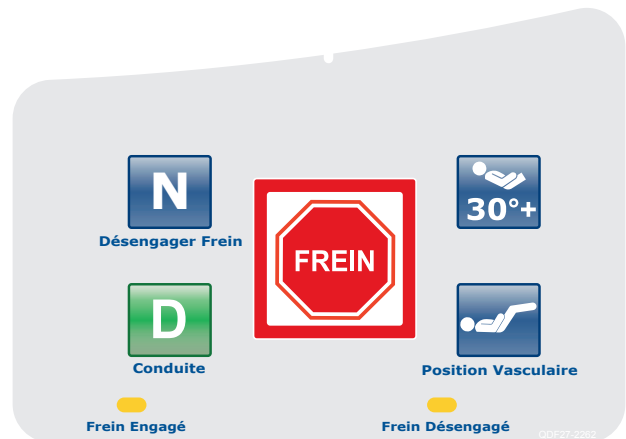

Figure 24
2. Appuyez sur le bouton «Conduite» (voir figure 24) situé sur chacun des côtés de lit ou sur le panneau de pied.